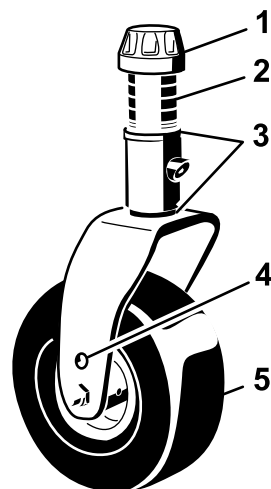
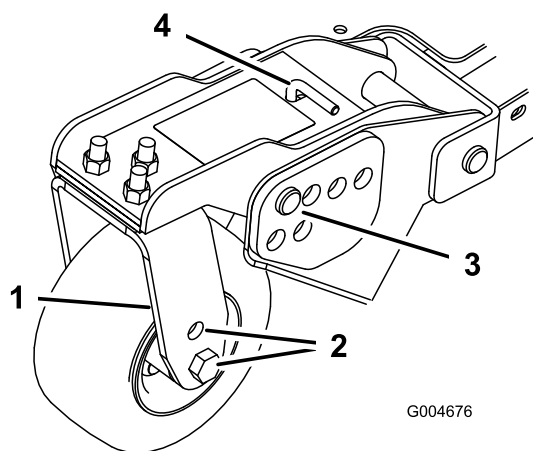
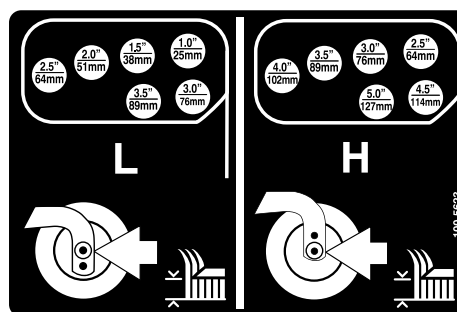

Figura 21
Figura 23
Figura 24
1. Posizionate gli assali delle ruote orientabili negli stessi fori di tutte le forcelle (Figura 21 e Figura 23).
2. Togliete il cappuccio di tensione dall'asse del perno ed estraete il perno dal braccio della ruota orientabile (Figura 21).
- Togliete la coppiglia ed i perni con testa dai bracci di rotazione delle ruote orientabili (Figura 23).
- Girate il tenditore per alzare o abbassare il braccio di rotazione finché i fori non sono allineati con i fori della staffa dell'altezza di taglio selezionati, nel telaio del piatto di taglio (Figura 23 e Figura 24).